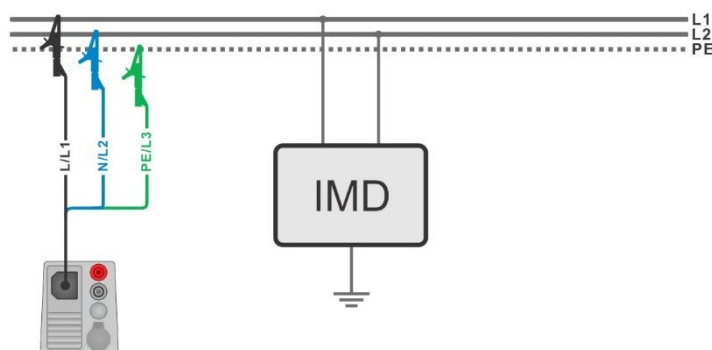
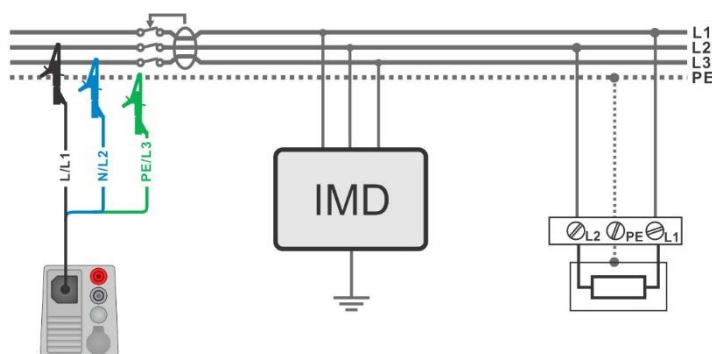

Abbildung 7.94: Messung des höchsten Fehlerleckstrom mit dem 3-adrigen Prüfleiter
Abbildung 7.95: Messung des ersten Fehlerleckstroms im RCD-geschützten Stromkreis mit dem 3-adrigen Prüfleiter
- › Schließen Sie den 3-adrigen Prüfleiter am Prüfobjekt an, siehe **Abbildung 7.94** und **Abbildung 7.95**.